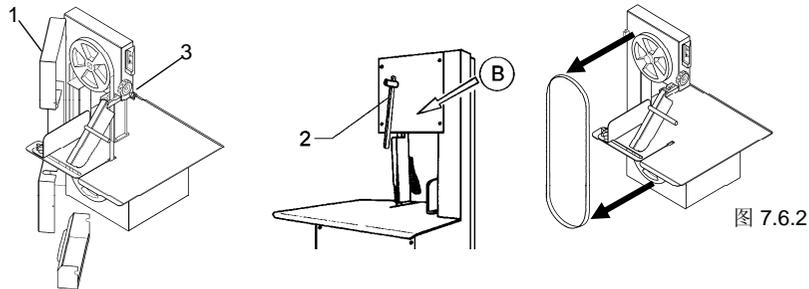

图 7.6.2
7.6.2 - 更换锯条 (图7.6.2)
- 释放图7.6.2中箭头“B”指示的旋钮“2”。
- 转动位置“A”(图7.6.2)上的旋钮, 拉长锯片。